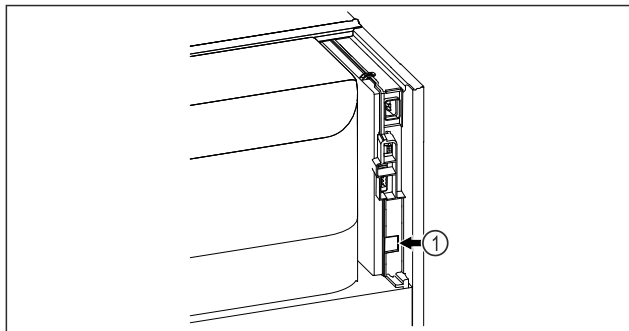

Fig. 183
- ☐ SmartModule Fig. 183 (1) er satt inn.